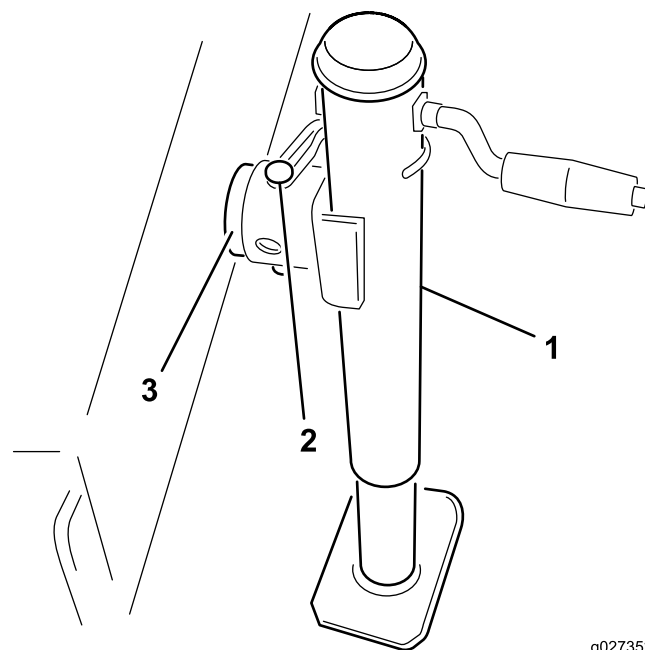

Figura 2
2. Acople el gato al bulón del bastidor y sujételo con el pasador (Figura 2).